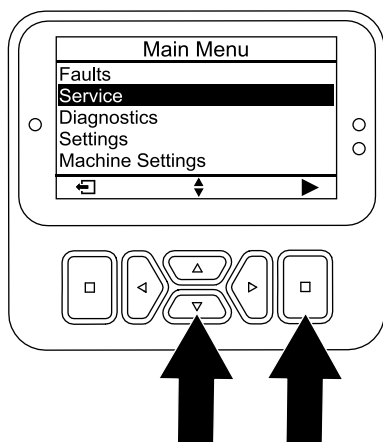

図 119
3. サービスオプションが選択されるまで下ボタンを押し、次に選択ボタンを押す (図 119)。